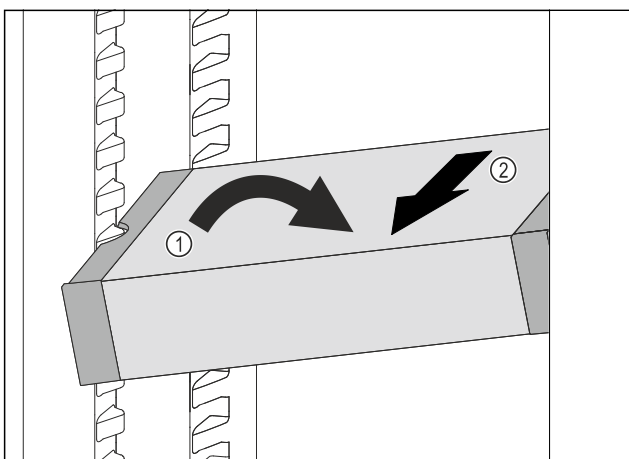

Fig. 73
- VarioSafe im Kühlteil schräg stellen. Fig. 73 (1)
- VarioSafe nach vorne entnehmen. Fig. 73 (2)